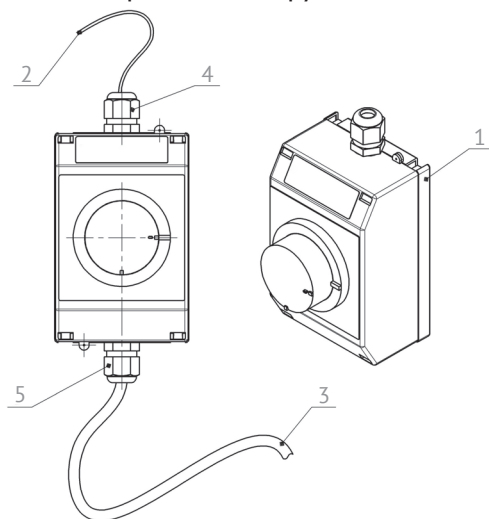

Рисунок 11 - Монтаж блока управления
1. Демонтировать заднюю крышку (Рисунок 11).